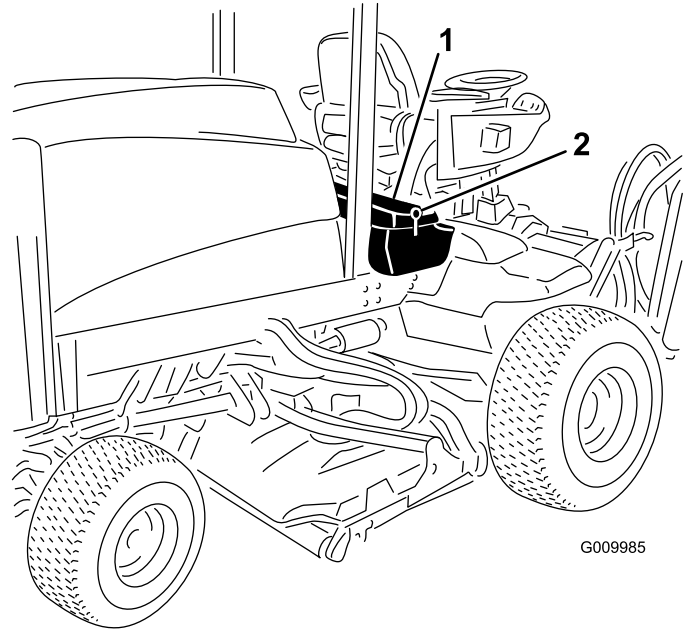

Bild 75
1. Entriegeln und heben Sie die Abdeckung der Bedieneinheit hoch (Bild 75).